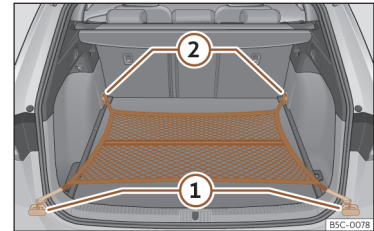

Fig. 126 În portbagaj: plasa pentru bagaje prinsă la nivelul podelei.
- Fixați cârligele plasei pe inelele de ancorare ① și ②»» fig. 126 »» ⚠. Fermoarul bagajelor trebuie îndreptat în sus.